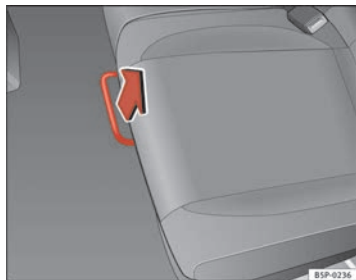

Abb. 97 Entriegelungsstange für den Rücksitz
- Entriegeln Sie den Hebel in sitzender Position in Richtung des Pfeils ⇒ Abb. 97.